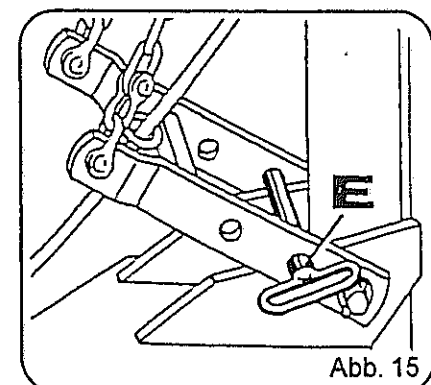

Abb. 15
- Mäher seitlich mit Steuergerät anheben bis die Klinke am Hydraulikzylinder eingerastet ist und den Bolzen der Entlastungsfedern in Spannposition bringen (Abb. 15, Pos E).